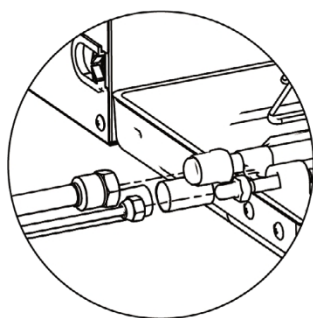

Fig. 16
- 2 Oriente a parte alargada do tubo de cobre para o centro do encaixe roscado. Aperte firmemente a porca alargada com a mão, ver Fig. 16 (Certifique-se de que o tubo interior está corretamente encaixado. Um posicionamento incorreto do centro impedirá o aperto correto da porca alargada. A rosca da porca ficará danificada se a porca cônica for torcida à força).